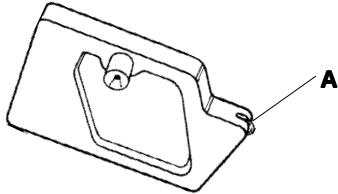
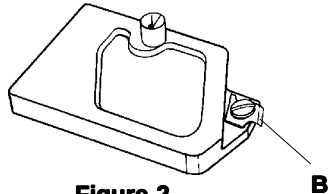
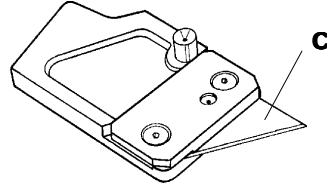
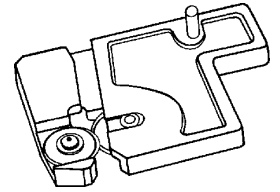

Figure 1
Figure 2
Figure 3
Figure 4
Four separate tool holding **PILLAR POSTS** are provided. The glass cutting **PILLAR POST**, **Figure 1**, uses a replaceable wheel unit (**A**). Ten steel wheel units are included with the machine, and tungsten carbide wheel units are available. The plastic cutter **PILLAR POST**, **Figure 2**, utilizes the APB-12 replaceable cutting blade (**B**), 10 of which are provided in the parts bag. The mat/mount board **PILLAR POST**, (**Figure 3**) uses a special blade (**C**), 10 included. The hardboard cutter (**Figure 4**) is a dual wheel cutting device located on it's **PILLAR POST**.
Vier separate **Werkzeughalter** sind vorhanden. Der **Glasschneidehalter (Abbildung 1)** benutzt ein austauschbares Glasschneiderädchen (A). Die Maschine wird mit zehn Glasschneiderädchen geliefert, Wolfram-Karbid-Schneiderädchen sind erhältlich. Der **Plastikschneidehalter, (Abbildung 2)** verwendet die austauschbare Anreißklinge APB-12 (B), von denen zehn Stück in der Teiletüte zu finden sind. Zum Schneiden von Passepartoutmaterial und Karton wird ein **Halter (Abbildung 3)** mit einer **speziellen Klinge (C)** sowie 10 Ersatzklingen, geliefert. Der **Halter (Abbildung 4)** zum Schneiden von Hartfaserplatten enthält aus zwei extrem scharfe Rollenmessern.
La machine est fournie avec quatre **OUTILS** différents pour attacher des dispositifs de coupe. L'**OUTIL** pour la coupe du verre, **Figure 1**, utilise un assemblage à molettes remplaçable (A). Dix assemblages à molettes en acier sont fournis avec la machine et des assemblages à molettes en carbure de tungstène sont également disponibles. L'**OUTIL** pour la coupe de plastique, **Figure 2**, utilise une lame à entailler ABP-12 remplaçable (B), et 10 de celles-ci sont fournies dans le sachet de pièces détachées. L'**OUTIL** pour la coupe des panneaux de montage et des panneaux en mousse (**Figure 3**) utilise une lame spéciale (C) et 10 d'entre elles sont incluses. Le dispositif de coupe pour les panneaux MDF est équipé d'un jeu de deux molettes situé à même l'**OUTIL**.